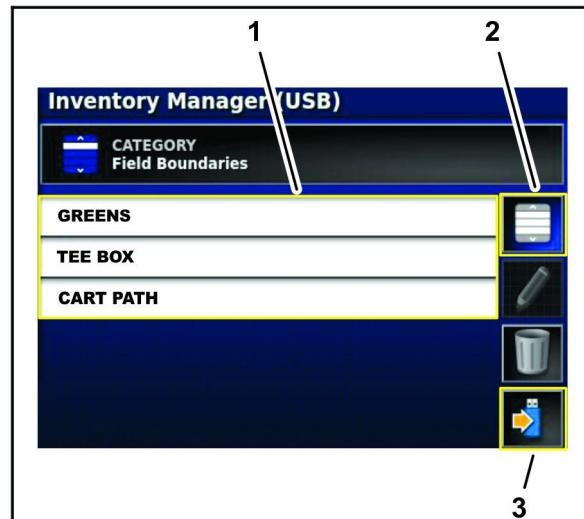

Figura 104
- 5. Se la parola del tipo di informazioni (prodotti, ugelli personalizzati, campi o confini dei campi) che volete importare non viene visualizzata nell'Icona Categoria, premete l'Icona Categoria (Figura 104).
6. Nell'elenco di categorie, premete l'icona per la categoria di informazioni che desiderate importare, quindi premete l'icona Categoria (Figura 104).